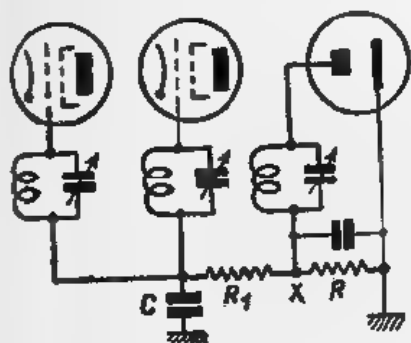

Fig. 106. Twee H.F.-lampen, waarop van X uit via R_1 fading-compensatie werkt.
W. — Je tegenwerping is nog zoo gek niet, Vraagal. Teneinde de werking van de oogenblikkelijke veranderingen van den door de diode gelijkgerichten stroom te voorkomen en op de H.F.- en M.F.-lampen alleen de gemiddelde waarde van de trillingen te laten inwerken, schakelt men dan ook tusschen het punt X en de roosters der lampen een systeem, dat de werking der spanningen vertraagt en hen in zeker opzicht samentelt om het gemiddelde er van te laten passeeren. Die inrichting bestaat uit een weerstand R_1 met hooge waarde en een condensator C. De weerstand verzet zich tegen den onmiddellijken doortocht van de spanningen; de condensator nivelleert de oogenblikkelijke spanningen. De werking van het geheel R_1C heeft een zekere overeenkomst met die van de zelfinductie en van den condensator in den voedingsfilter (fig. 106).